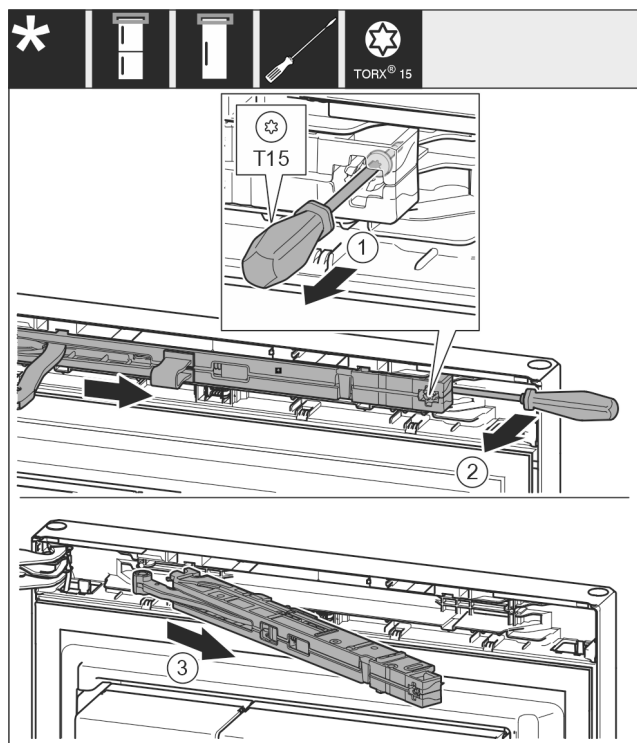

Fig. 13
- ▶ 用 T15 螺丝刀将关门阻尼单元上的螺钉松开约 14 mm。Fig. 13 (1)
- ▶ 将螺丝刀移向把手侧关门阻尼单元的背面并将单元向前转动。Fig. 13 (2)
- ▶ 拉出关门阻尼单元。Fig. 13 (3)